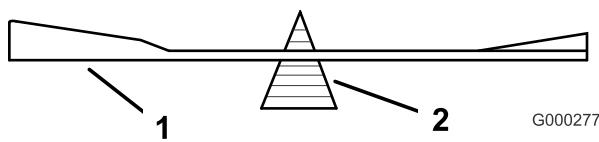
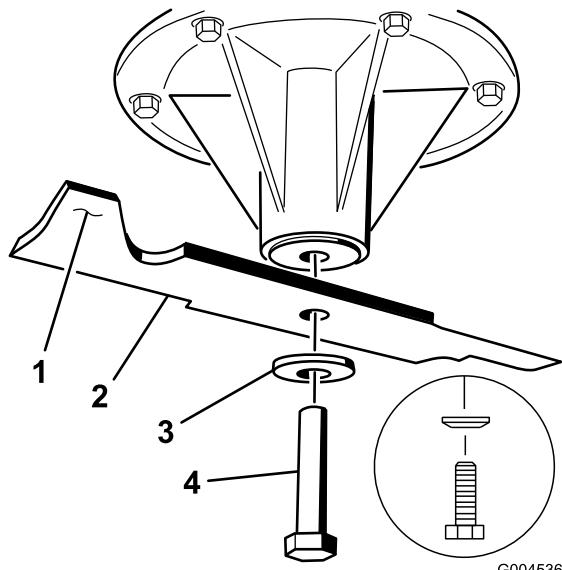

Figure 93
Figure 94
1. Placez la lame sur l'axe (Figure 94).
2. Installez la rondelle élastique et le boulon de la lame. Le cône de la rondelle élastique doit être dirigé vers la tête du boulon (Figure 94). Serrez les boulons des lames à un couple de 115 à 150 Nm.
2. Vérifiez l'équilibre de la lame en la plaçant sur un équilibrer (Figure 93). Si la lame reste horizontale, elle est équilibrée et peut être utilisée. Si la lame est déséquilibrée, limez un peu l'extrémité de la partie relevée seulement (Figure 94). Répétez la procédure jusqu'à ce que la lame soit équilibrée.